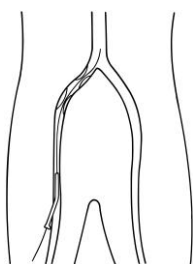

図 3
- (1) 0.035 インチ（0.89 mm）のガイドワイヤを、X 線透視下で確認しながら鼠径部ルートにより血管の狭窄部を通り越すまで挿入する（図 3）。
- (2) デリバリーシステムの挿入に、イントロデューサシース等を使用する場合は、内径 6 Fr（2.0 mm）のシースを使用する（図 3）。